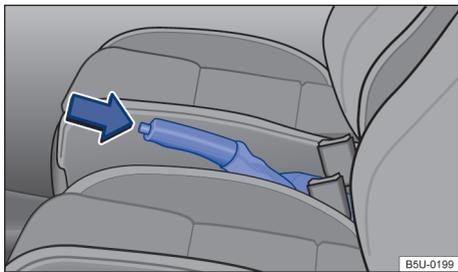

Fig. 104 Entre os bancos dianteiros: alavanca do freio de estacionamento.
- Puxar a alavanca do freio de estacionamento para cima com o botão bloqueador pressionado → Fig. 104 (seta).
- O freio de estacionamento está puxado quando, com a ignição ligada, a luz de controle (P) no instrumento combinado está acesa → Página 127.
- Puxar a alavanca do freio de estacionamento um pouco para cima e pressionar o botão bloqueador → Fig. 104 (seta).